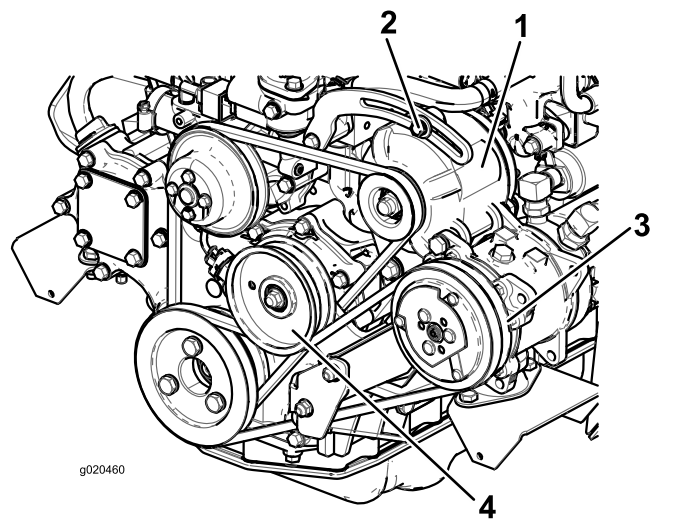

Figura 74
Se a deslocação obtida não for igual a 10 mm, deve desapertar os parafusos de montagem do alternador (Figura 74).
2. Se o desvio obtido não for igual a 10 mm, deverá libertar o parafuso de montagem da polia intermédia (Figura 74).